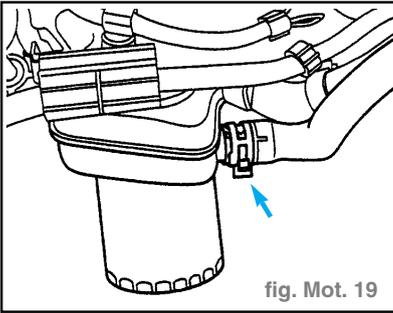

fig. Mot. 19
- Débrancher en plus la durit sur le radiateur d'huile -flèche- pour vidanger le liquide de refroidissement du moteur. (fig. Mot. 19)